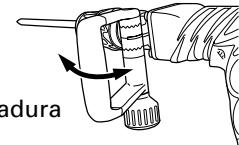
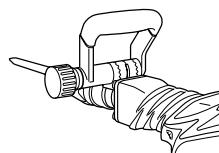
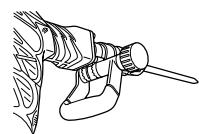

Fig. 6
Fig. 7
Fig. 8
- (2) Ajústela en una posición que facilite la operación vertical (hacia arriba y hacia abajo), como se muestra en la Fig. 6, la Fig. 7 y la Fig. 8.
- (3) Gire la empuñadura en el sentido de **(B)** para fijar el asa.